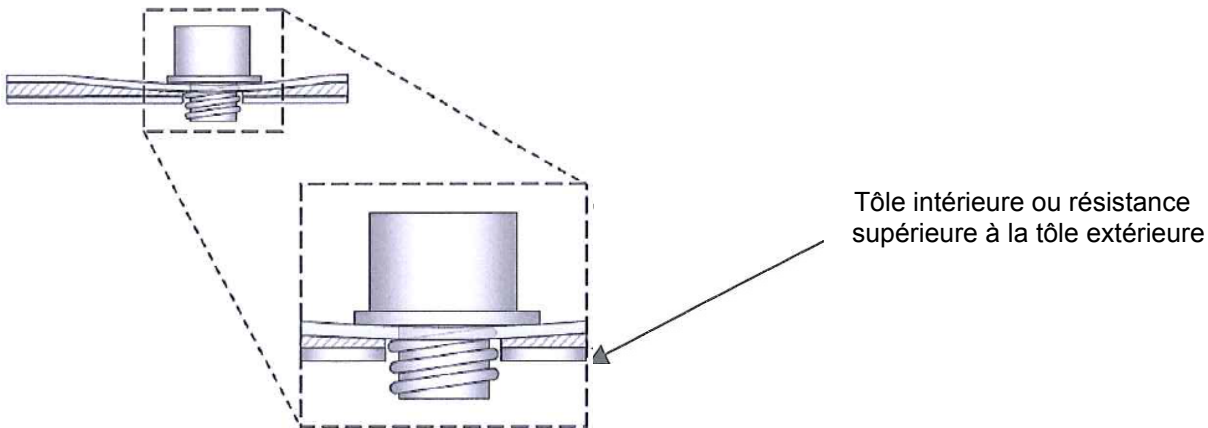
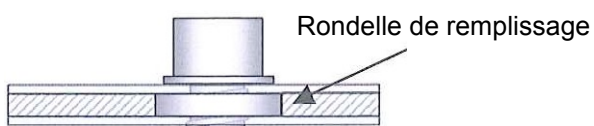
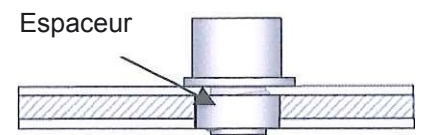

Fig. 12
Fig. 13
Fig. 14
En outre, si une tôle intérieure double située au niveau des trous présente un espace trop important, pour éviter une déformation dangereuse de la tôle et des dégâts visibles (fig.12), il est recommandé d'adopter l'une des deux solutions suivantes pour fixer les boulons s'il n'est pas possible de placer la serrure à un autre endroit (pour éviter les tôles intérieures doubles) ou si vous ne pouvez pas distancer la plaque intérieure en la pliant : (A) appliquez une rondelle de remplissage (non fournie) à l'intérieur et placez-la entre les deux plaques (fig. 13) ou (B) appliquez un espaceur (non fourni) à l'extérieur dans un lamage formé dans la tôle. Le diamètre du lamage ne doit pas excéder les dimensions maximales du boîtier, afin que celui-ci masque le trou de lamage (fig. 14).